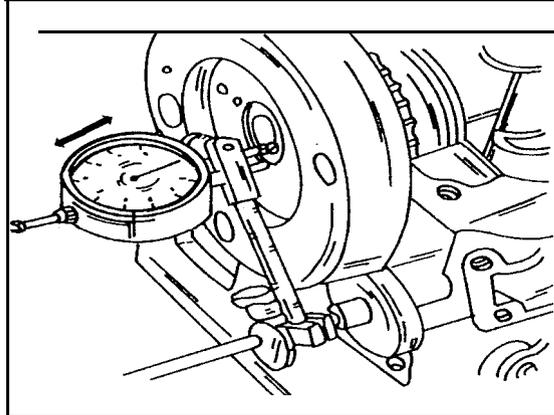

Bild 133
- Eine Messuhr mit einem Ständer so vor die Vorderseite des Zylinderblocks setzen, dass der Messfinger auf dem Endzapfen der Kurbelwelle aufsitzt (Bild 133). Mit einem Schraubendreher die Kurbelwelle nach einer Seite drücken, die Messuhr auf Null stellen und die Welle auf die andere Seite drücken. Die Anzeige der Uhr ist das Axialspiel der Kurbelwelle und ist für den späteren Zusammenbau aufzuschreiben. Wenn es mehr als 0,30 mm beträgt, muss dies bei der Montage berücksichtigt werden. Das mittlere Lager ist mit zwei Anlaufscheiben links und zwei rechts versehen, um das Axialspiel aufzunehmen. Falls dieses zu gross ist, können neue Scheiben eingebaut werden, jedoch muss auf beiden Seiten die gleiche Scheibenstärke verwendet werden.
- Das Axialspiel nochmals kontrollieren, wie es bereits beim Ausbau der Kurbelwelle beschrieben wurde (siehe ebenfalls Bild 133). Falls das Spiel ursprünglich zu gross war, ersetzt man die Anlaufscheiben. Scheiben stehen in fünf verschiedenen Stärken zur Verfügung.